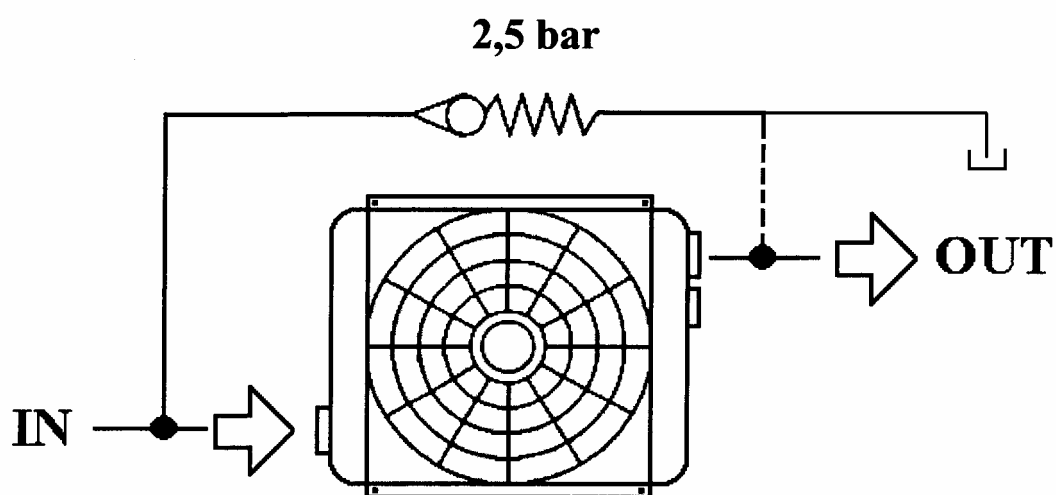

Fig. 1
- Le montage du by-pass, pré réglé à 2,5 bar, est impératif. (Fig. 1)